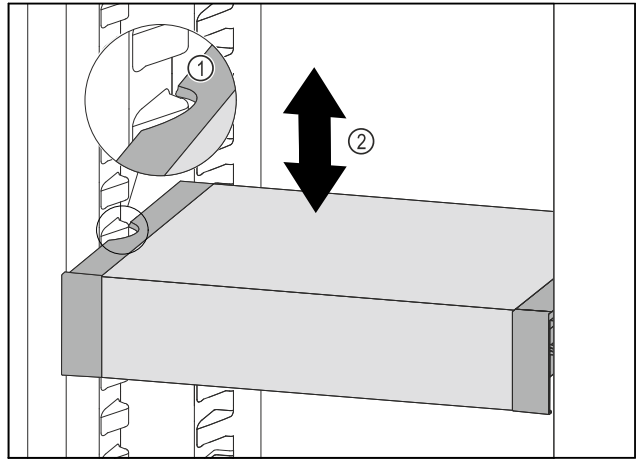

Fig. 92
- Tirer le VarioSafe vers l'avant jusqu'à ce que les encoches latérales du VarioSafe soient à la hauteur de la nervure du bac dans la partie réfrigérateur. Fig. 92 (1)
- Déplacer le VarioSafe vers le haut ou vers le bas dans la partie réfrigérateur jusqu'à ce que la hauteur souhaitée soit atteinte. Fig. 92 (2)